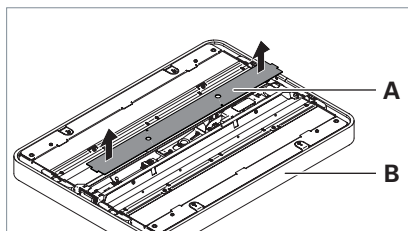

Fig. 16: Retirer le recouvrement.
- Dévissez les deux vis du recouvrement **A** et enlevez le recouvrement de la tête du luminaire **B**, voir Fig. 16.